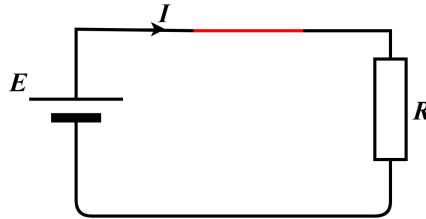

FIGURE 3.12: Schéma pour déterminer le courant I .
- $E > 0 \Rightarrow V_{AK} > 0 \Rightarrow$ La diode est passante. On remplace la diode par un interrupteur fermé comme illustrer dans la figure 3.12.